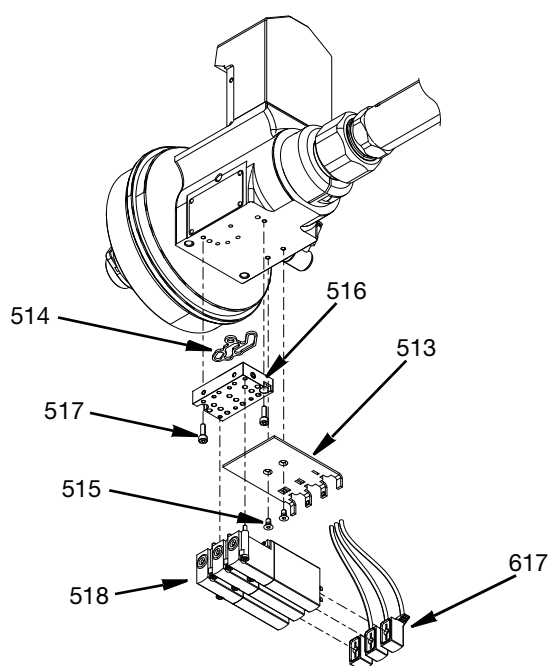

FIG. 36
3. Fissare il coperchio interno (513) al gruppo alloggiamento girevole (511) con due viti a testa piatta M3 (515) e serrare a 0,9 N•m (8 in-lb).
4. Applicare uno strato sottile di grasso al litio sulla guarnizione dell'aria (514). Individuare i perni di riferimento del collettore della valvola dell'aria (516) sul gruppo dell'alloggiamento girevole (511). Applicare antigrippaggio e inserire due viti di fissaggio M3 SHCS (517) e serrare a 0,9 N•m (8 in-lb).
5. Collegare le valvole dell'aria (518) con le viti incastonate incluse sul collettore della valvola dell'aria (516). Installare i collegamenti del cavo della valvola a solenoide (617) sulle valvole dell'aria. Vedere FIG. 36 a pagina 25.